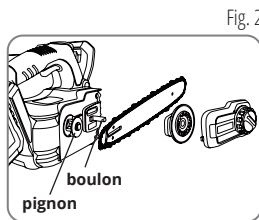

Fig. 2
2. Retirez le couvercle de chaîne (fig. 2).